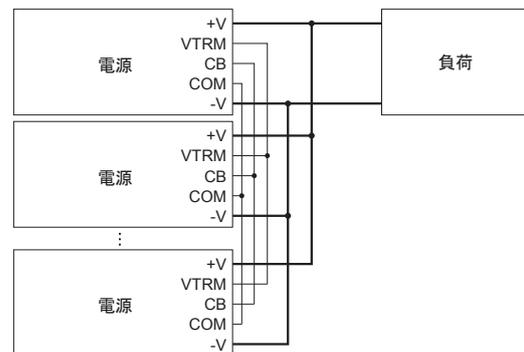

図2.2 並列運転時の接続例
- 図2.2の配線をするによって並列運転可能です。並列運転するすべての電源のCB端子、VTRM端子、COM端子同士を接続してください。